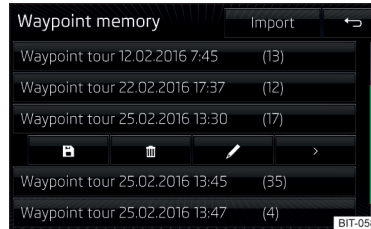

Abb. 247
- ▶ Die gewünschte Wegpunkttour auswählen » Abb. 247 auf Seite 204.
► Die gewünschte Wegpunkttspeicherung und anschließend einen der folgenden Menüpunkte wählen » Abb. 247.